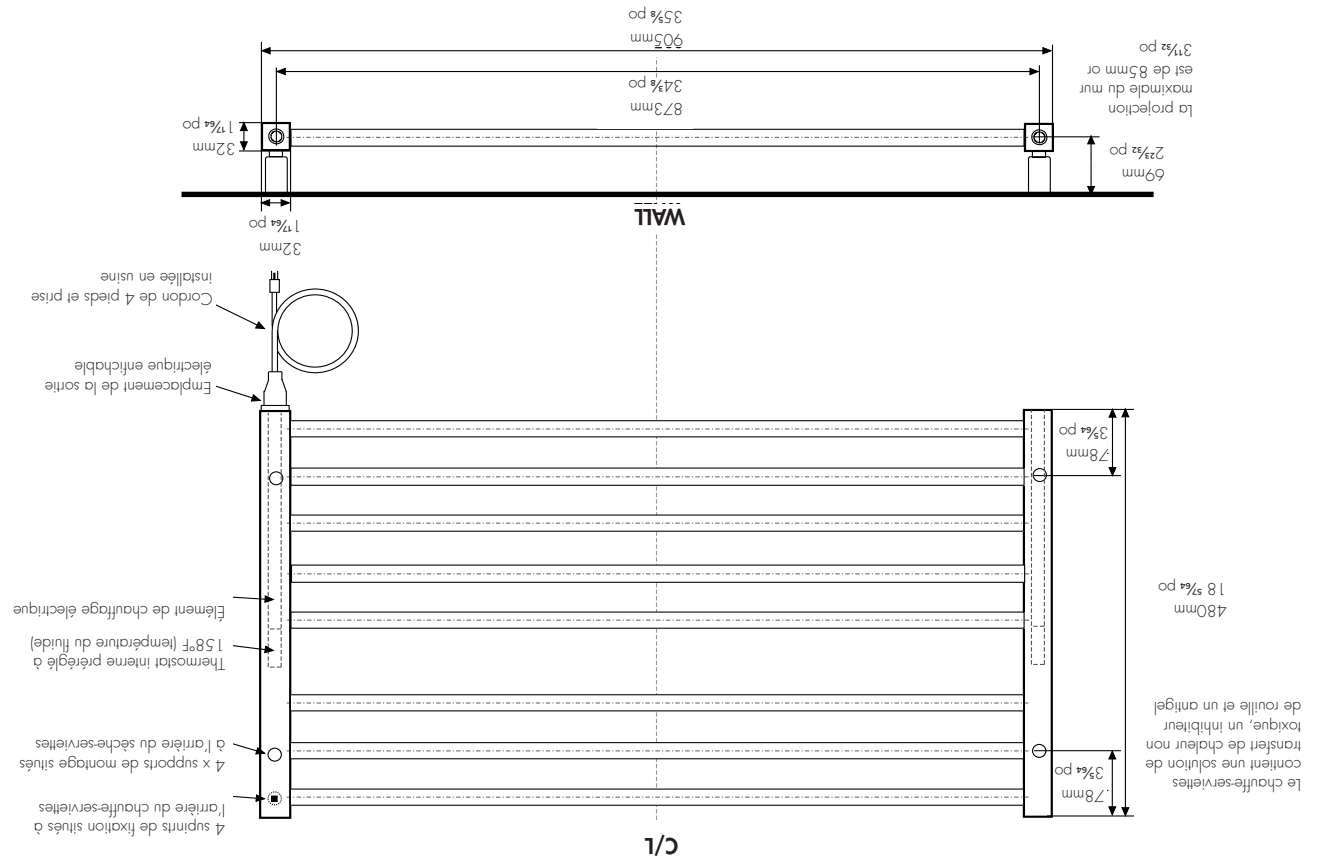

Figure 2
1. Une prise de 110 V située à moins de 18 po de l'emplacement de sortie de la prise électrique sur le chauffe-serviettes (voir fig. 2), et non au-dessus de l'emplacement de la sortie de la prise électrique.
2. Des montants muraux ou un support en contreplaqué sont requis dans le mur à tous les emplacements des supports. Voir la figure 2 pour les emplacements des supports.
2. Fixez les supports muraux « B », y compris le col « A », au mur à l'aide des vis fournies et aux emplacements illustrés à la figure 2.